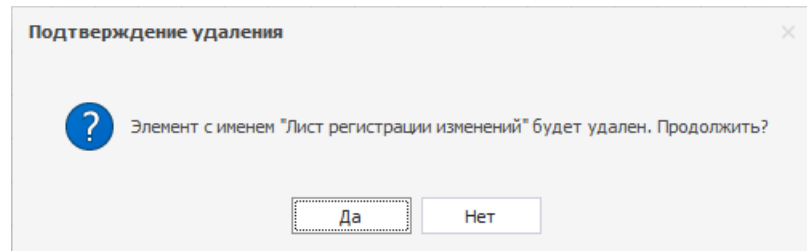

Рис. 71 Подтверждение удаления
3. В окне «Подтверждение удаления» нажмите «Да» для подтверждения удаления атрибута, либо «Нет» для отмены действия, Рис. 71.